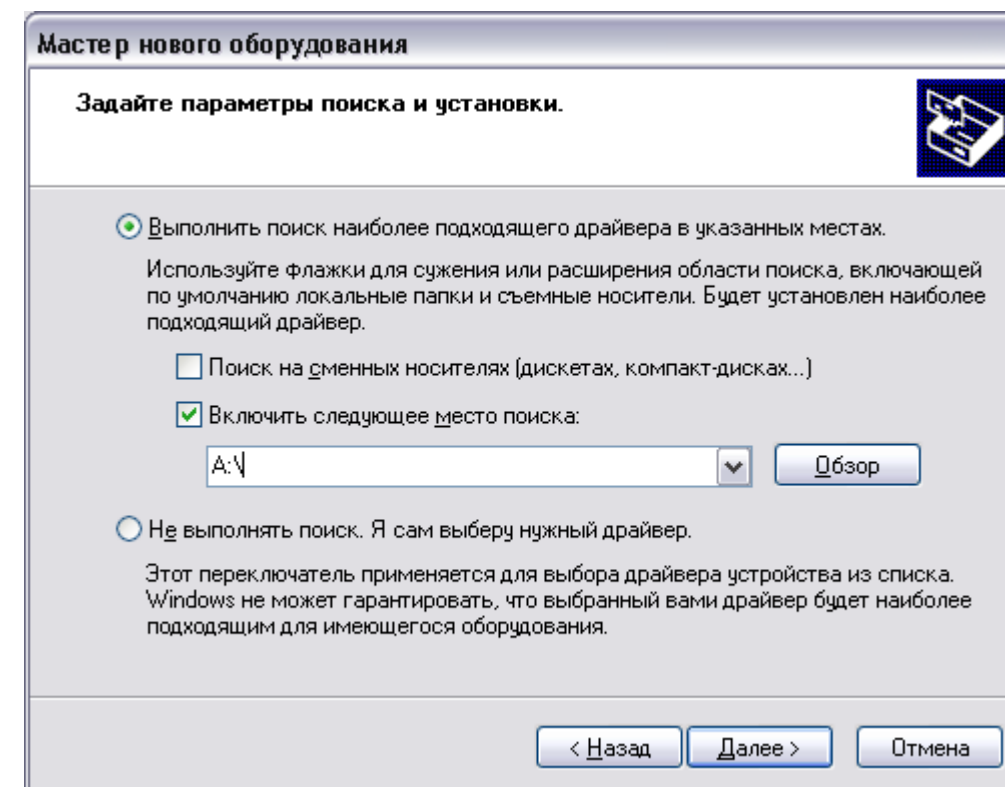

Рисунок 12.
7. Выбрать пункт «Выполнить поиск наиболее подходящего драйвера в указанных местах», установить галочку «Включить следующее место поиска» (Рисунок 12) и нажать кнопку «Обзор».